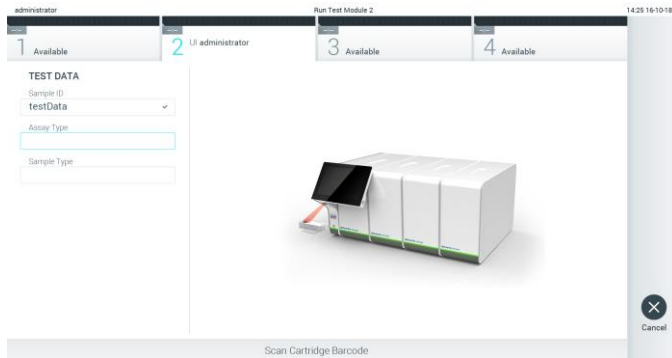

Figura 24. Scansione del codice a barre della cartuccia d'esame QIAstat-Dx.
3. Quando richiesto, eseguire la scansione del codice a barre della cartuccia d'esame QIAstat-Dx da utilizzare. Il QIAstat-Dx Analyzer 1.0 riconosce automaticamente l'esame da eseguire in base al codice a barre della cartuccia d'esame QIAstat-Dx (Figura 24, pagina successiva).